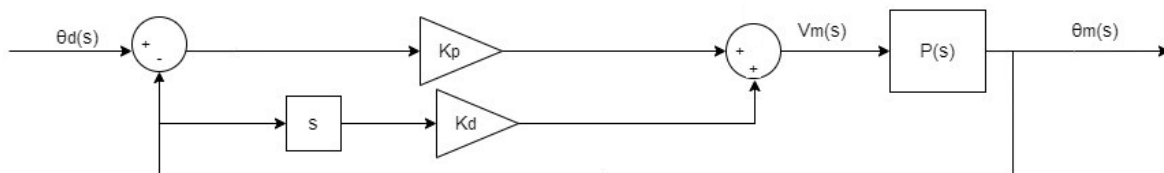

Figura 3. Diagrama de un sistema controlado con acciones PV
3. Establezca una serie de pasos necesarios para determinar experimentalmente la ganancia de estado estacionario (K) y la constante de tiempo (τ) de la función de transferencia del servomotor, y siguiendo este proceso mídalos.
4. Partiendo del esquema presentado en la figura 3 y teniendo en cuenta los resultados del ítem anterior, desarrolle el siguiente procedimiento usando Simulink: